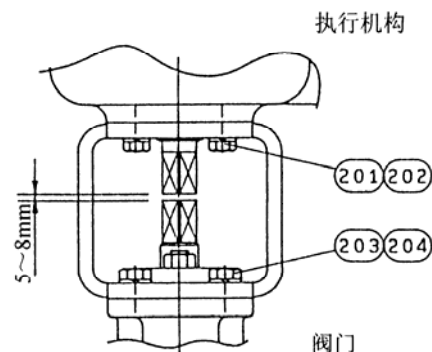

图 10-3.
- 将紧固连接件 (205) 的内六角螺栓 (206) 和弹簧垫圈 (207) 用内六角扳手松开后，拆下连接件，如图 10-3 所示状态。
- 如图 10-3 所示，将六角头螺栓 (201) (203) 松开后，就可以将执行机构、支架、本体部分分离。在执行机构的输出端，采用传动轴插入涂有粘结剂的执行机构方孔的方式输出。传动轴可能因粘结剂老化，粘结力降低而脱落。因此在拆卸时应加以注意，防止传动轴脱落而砸伤。